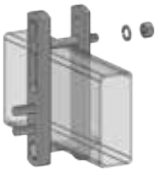

Figure 10
2. Insérez le deuxième boulon de  $\frac{1}{2}$  po x  $3\frac{1}{2}$  po à travers le trou ouvert situé le plus près du dessus du châssis de la remorque. (Figure 10)